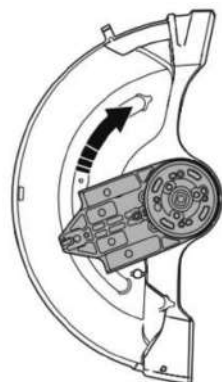

Рис. 13
•Поверните корпус подшипника в противоположном направлении и соберите стопор (рис. 13).